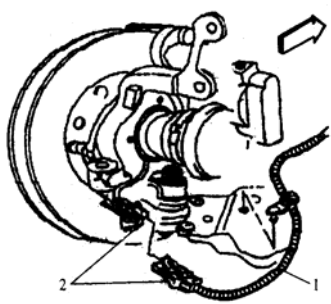

图 1-9 分离车轮速度传感器
② 如图 1-9 所示, 断开车轮速传感器插接器, 从托架上拆卸车轮速度传感器。